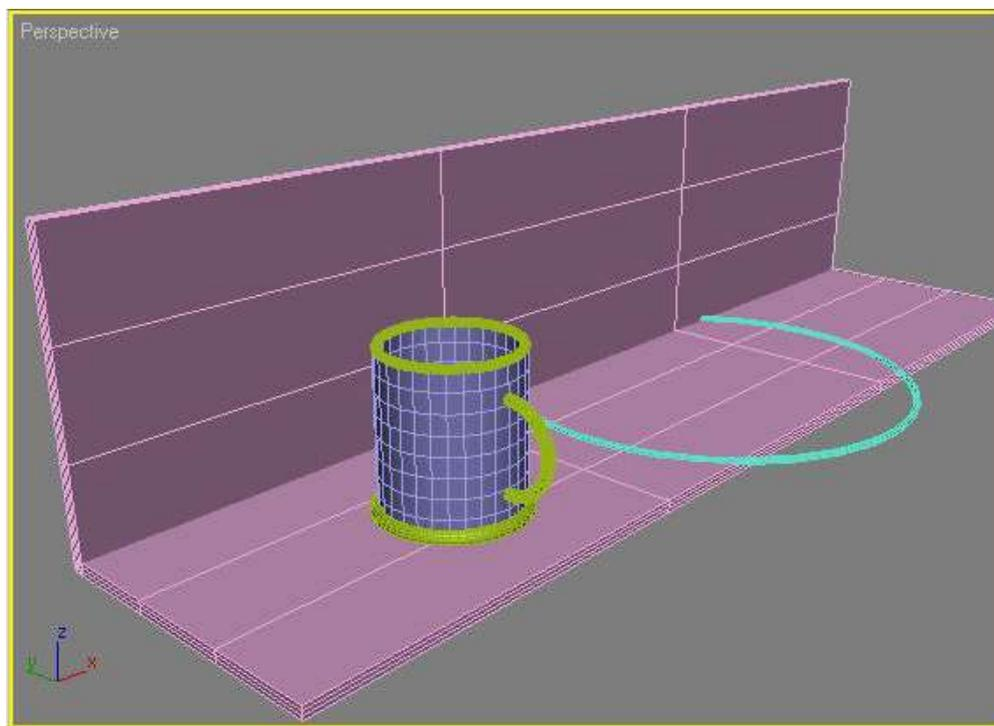

Рис. 15 – Новый объект Torus (Тор) в сцене
6. Выровняйте объект Vox02 относительно первого параллелепипеда. На этом создание полки можно считать завершенным (рис. 15).
Rotation (Вращение) — 0, Twist (Скручивание) — 0, Segments (Количество сегментов) — 32, Sides (Количество сторон) — 9. Чтобы объект принял сглаженную форму, установите флажок Smooth (Сглаживание). Как вы видите, созданный объект расположен не так, как надо (рис. 15).